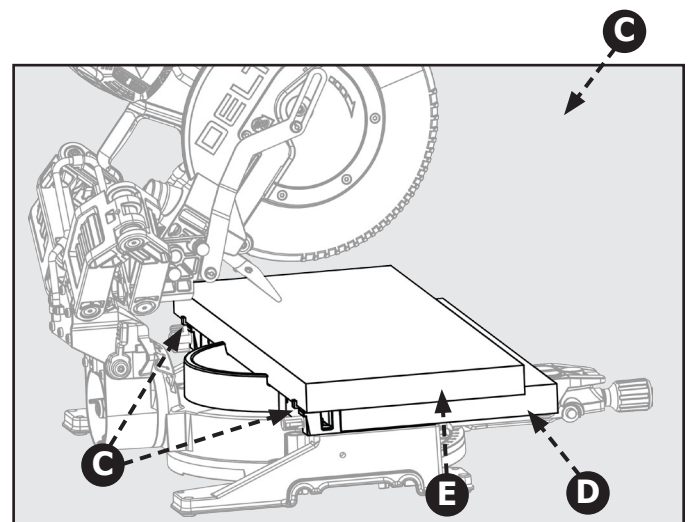

Figure 28
2. Tournez les languettes de support (C) vers leur position. Les languettes (C) se trouvent sur les côtés gauche et droit du guide inférieur (fixe). Ils agissent comme butées arrière de votre pièce. Voir figure 28.
3. Vous devez ajouter une table auxiliaire (D) pour soutenir votre pièce surdimensionnée (E). Placez une planche de la table auxiliaire (D) de 2 po x 14 po sur la table de la scie et contre la section inférieure (fixe) du guide de la scie. Assurez-vous que la planche est fermement fixée contre le guide inférieur (fixe).
**REMARQUE :** Utilisez des vis de bois pour fixer la planche de la table auxiliaire (D). Voir figure 28.
4. Utilisez les languettes de soutien (C) pour fixer la pièce avant d'effectuer une coupe